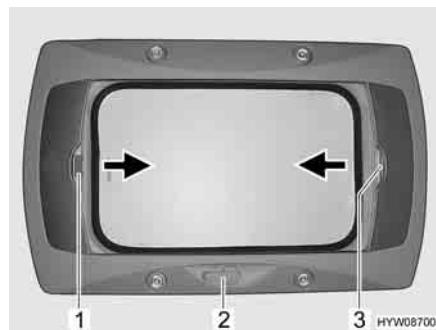

Fig. 35 Oblò a manovella
- Apertura:** ■ Ruotare la manovella (Fig. 35,2) fino a quando non si incontra resistenza.
- Chiusura:** ■ Tirare la tendina oscurante pieghevole per la maniglia (Fig. 35,3) nella direzione della freccia fino alla posizione desiderata e rilasciare. La tendina oscurante pieghevole rimane in questa posizione.
- Chiusura:** ■ Tirare la zanzariera a rullo per la maniglia (Fig. 35,1) nella direzione della freccia verso la maniglia contrapposta della tendina oscurante pieghevole (Fig. 35,3) e farla innestare.
- Apertura:** ■ Tirare la maniglia della zanzariera a rullo (Fig. 35,1) dietro, verso l'alto, e sganciare la zanzariera a rullo dalla tendina oscurante pieghevole (Fig. 35,3).